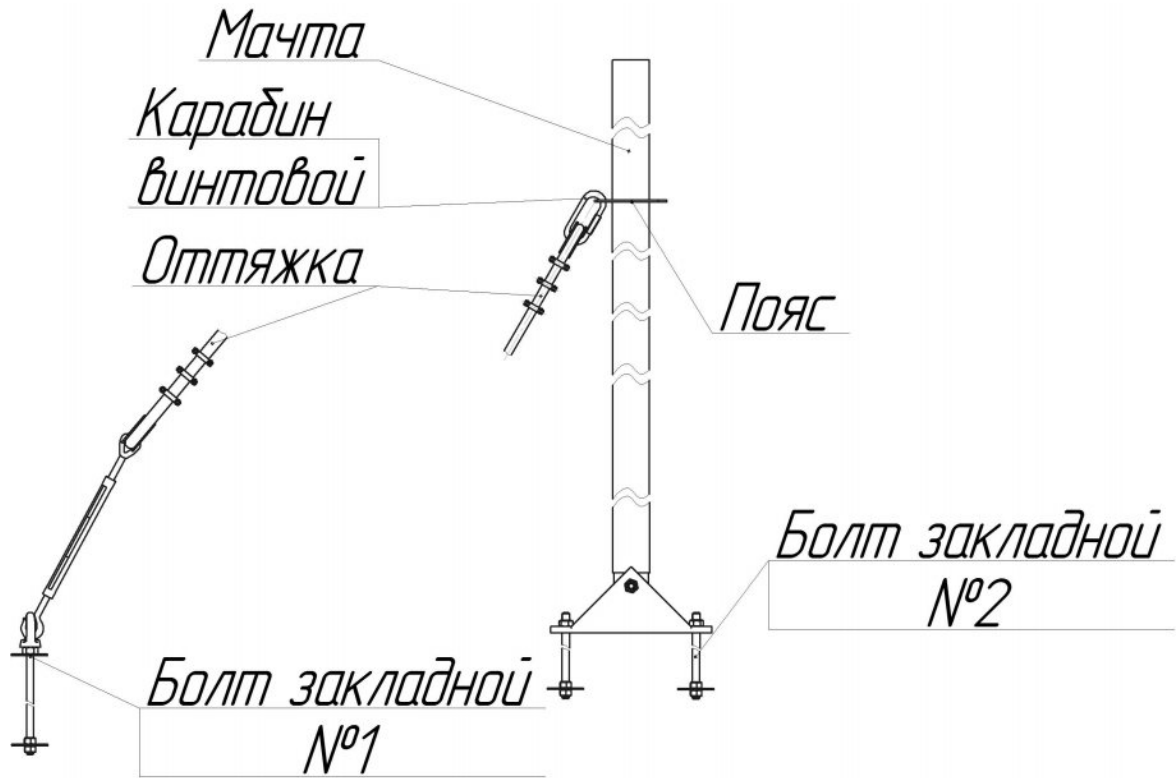

Рисунок 5 – Крепление оттяжек
4.4 В состав Комплекта входят три оттяжки. Конструкция оттяжки представлена на рисунке 4. Оттяжка состоит из троса $\varnothing 4$ мм, талрепа, винтового карабина. Один конец оттяжки соединяется с поясом при помощи винтового карабина - другой крепится к рым-гайке закладного болта с помощью талрепа (рисунок 5).
7.1.13 Закрепить оттяжки на поясе с помощью винтовых карабинов (рисунок 5).